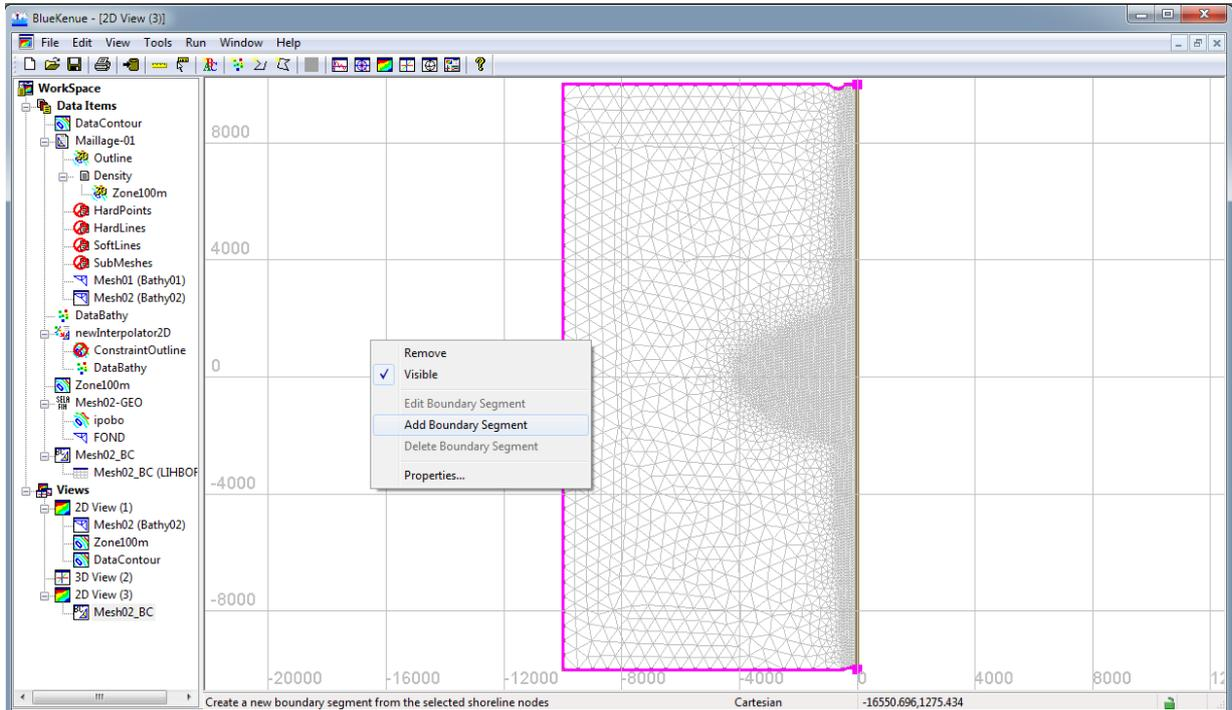

FIGURE 1.13 – Création de la frontière amont
- Cliquez droit et sélectionnez **ADD BOUNDARY SEGMENT**. (Fig. 1.13)